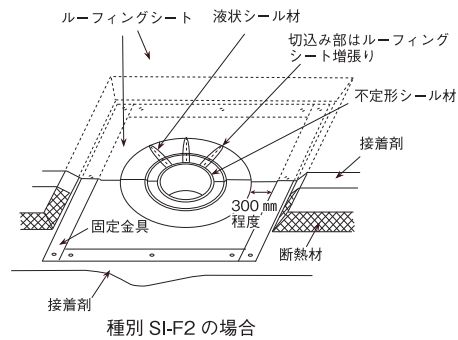

図 9.4.9 ルーフトレン回りの納まりの例 (断熱工法の場合)
- 種別 SI-F1 及び SI-F2 のルーフトレン回りの施工例を図 9.4.9 に示す。シート敷設に先立ち、断熱材をドレンのつばの 300mm 程度手前で止め、端部は 45°程度の勾配とする。